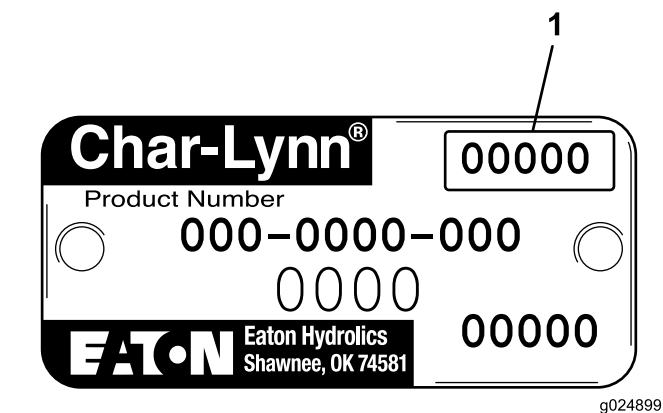

Figura 2
4. El código de fecha juliana (Figura 2) confirmará si el motor forma parte del lote afectado. Los motores afectados tienen un código de fecha de 14311 a 19511.